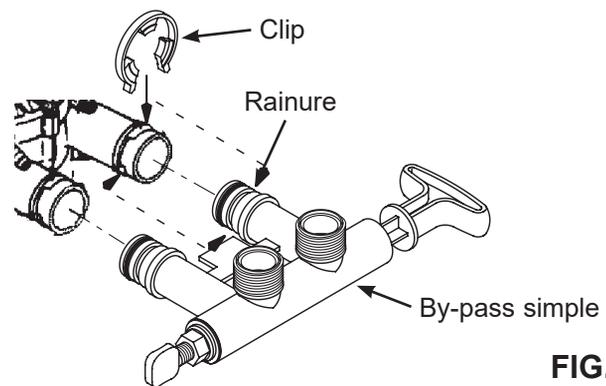

FIG. 11
1. Les modèles North Star sont assemblés en usine. Durant l'installation, démontez le couvercle du bac à sel et mettez-le de côté pour éviter tout dommage. Assurez-vous que le puits à saumure est bien fixé et en position verticale (voir la figure 11). Ouvrez le couvercle du panneau de commande pour exposer la vanne de l'adoucisseur d'eau.